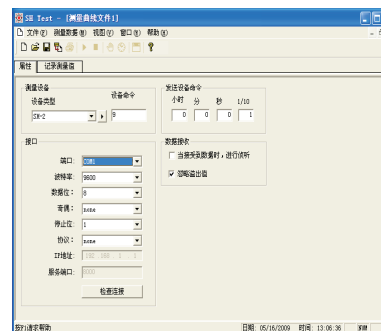

图 17
- E、选择测量曲线文件后，在设备类型中选择相对应的型号，在端口中选择电脑相应串口，并在设备发送命令中设置好电脑采集力值信号的时间。1/10为0.1秒（如图17：时为0，分为0，秒为0，1/10为1则电脑取点时间=0.1秒）；